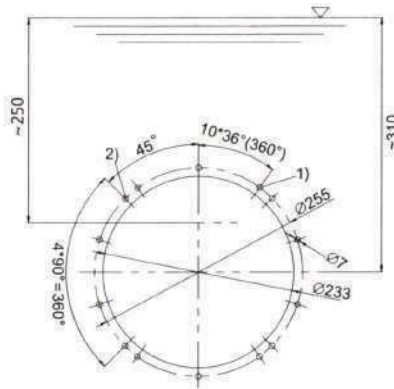

Abb. 3.
C) Befestigen Sie die Frontplatte der Gegenstromanlage mit 10 Schrauben M6 an der Beckenwand (Abb. 3 und 4).
B) Achten Sie auf die richtige Verwendung der Bohrungen (Abb. 3).